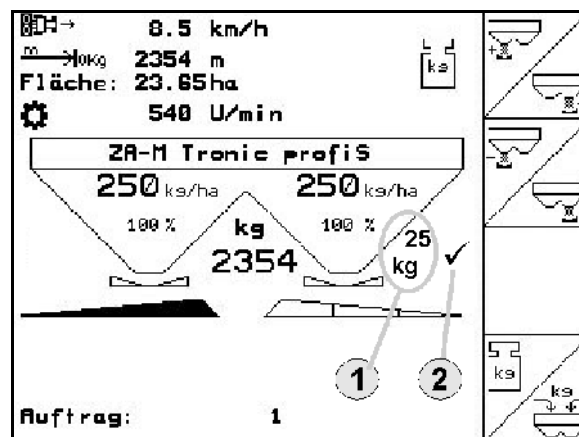

Fig. 33
- En el menú de trabajo se visualiza la dosis de abono aplicada (Fig. 33/1).
- En el menú de trabajo se muestra cuando fueron aplicados 200 kg de abono (Fig. 33/2).